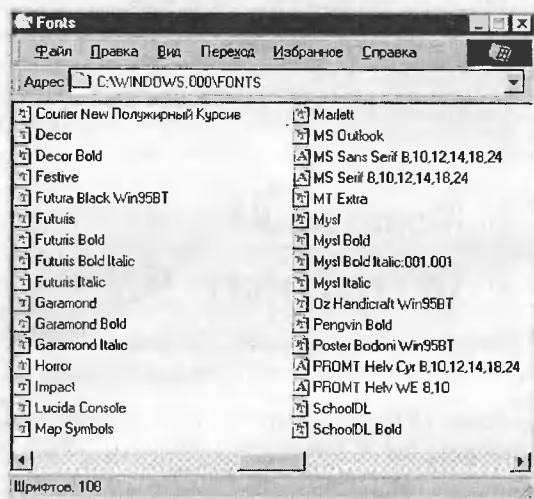

Рис. 1.31. Режим отображения шрифтов *Список*
- *список* – шрифты отображаются в виде списка. В данном режиме может быть отображено наибольшее число шрифтов при заданном размере окна (см. рис. 1.31);